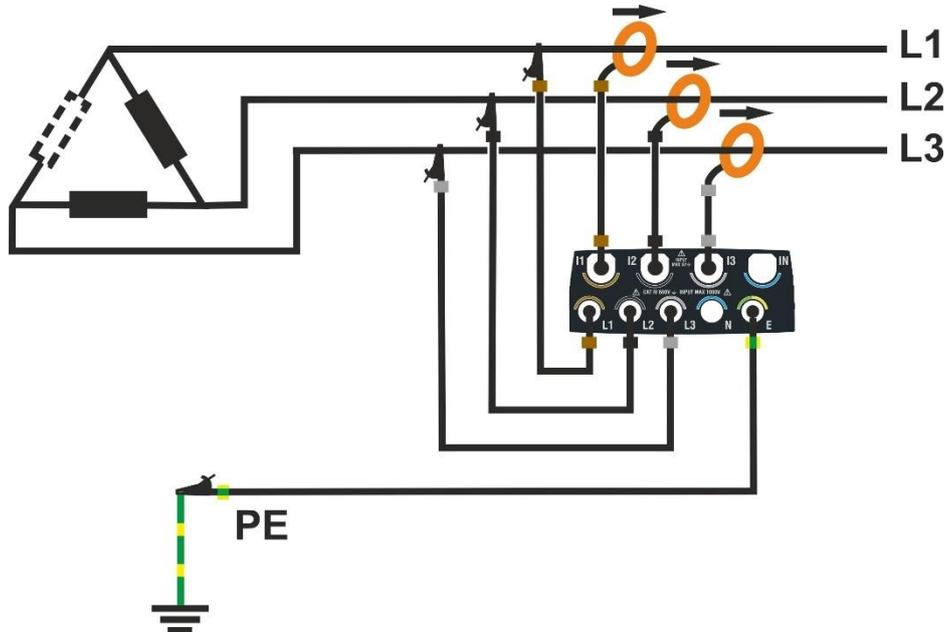

Fig. 67: Collegamento dello strumento in un sistema Trifase 3 fili Aron
2. Collegare i cavi di tensione sui conduttori di L1, L2, L3 e PE come mostrato in Fig. 67. **Verificare a display l' indicazione “1-2-3” relativa al corretto senso ciclico delle fasi** (vedere § 5.1.1)